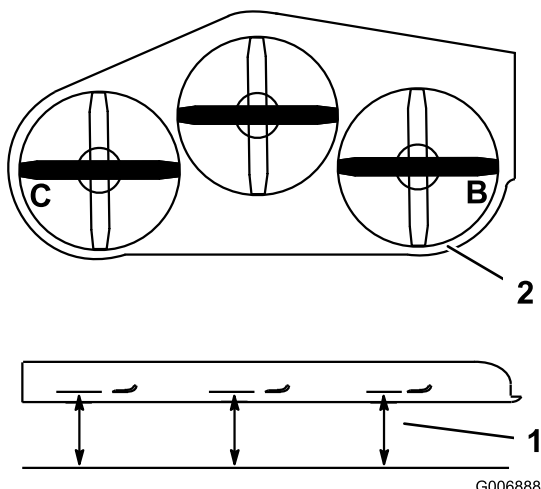

Рисунок 87
4. Измерьте высоту в точках **В** и **С** от горизонтальной поверхности до режущих кромок на концах ножей (Рисунок 87).